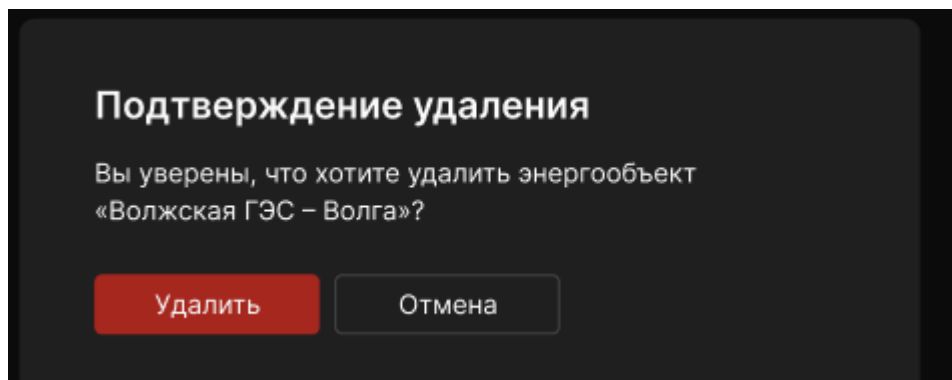

Рисунок 5.55 Пример окна «Подтверждение удаления объекта»
3. В появившемся диалоговом окне «Подтверждение удаления объекта» (Рисунок 5.55) подтвердить действие, нажав на кнопку «Удалить».